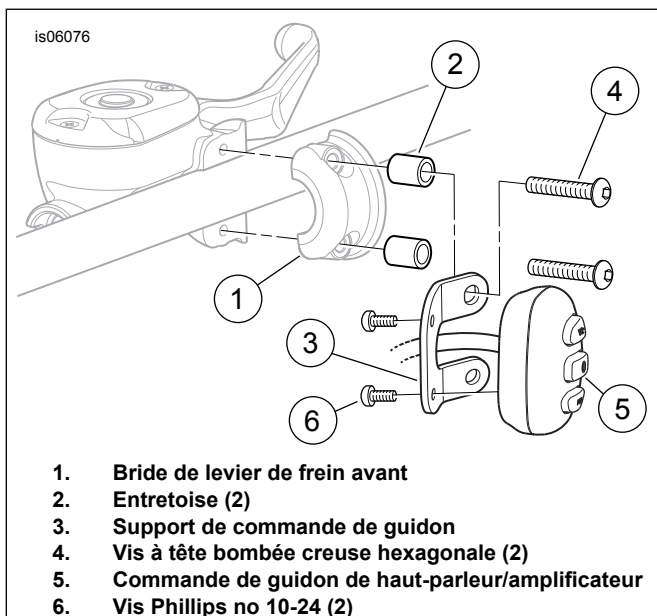

Figure 2. Installation de la commande de guidon et du support
1. Voir Figure 2. Retirer les vis de bride de levier de frein avant du véhicule. Retirer et conserver la bride (1). Les vis peuvent être jetées.
2. Prendre le support de commande de guidon (3), deux entretoises (2), deux vis (6) et :
- **Pour les modèles XL Sportster de 2004 et plus récents** : deux vis (4) dans le kit.
- **Pour TOUS LES AUTRES modèles** : deux vis (4) dans le kit.
3. Acheminer le faisceau de fils de commande de guidon (5) par le centre du support de commande de guidon (3) tel qu'illustré.
5. Installer la commande de guidon (5, portion de l'ensemble de faisceau de fils) sur le support avec les vis (6). Bien serrer.